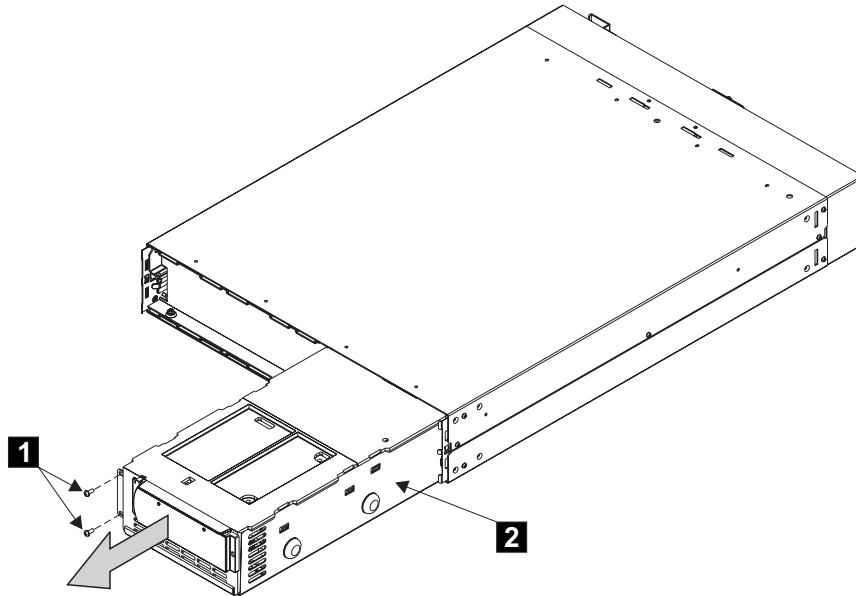

図 33. 2145 UPS の電子部品アセンブリーの取り出し
3. 2 つのねじ **1** を取り外します (図 33)。